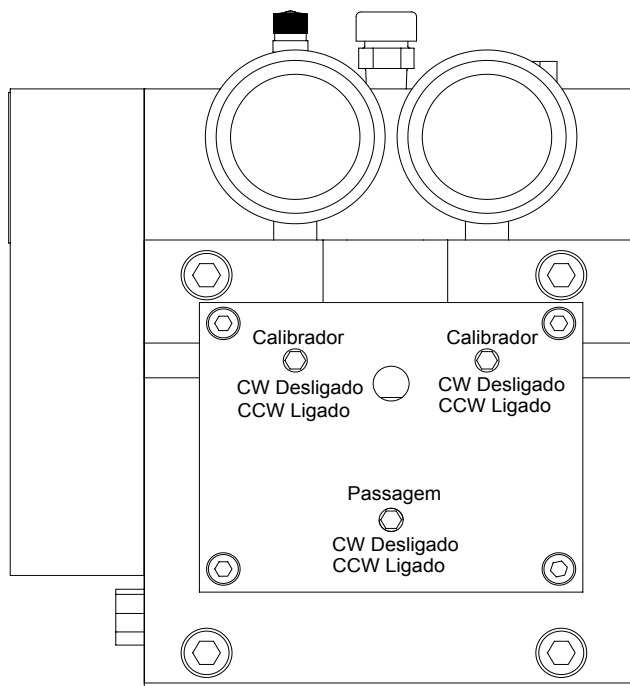

Figura C.5 Desenho da Passagem
3. Abra a passagem manual localizada na face dianteira do módulo. Consulte a Figura C.5.